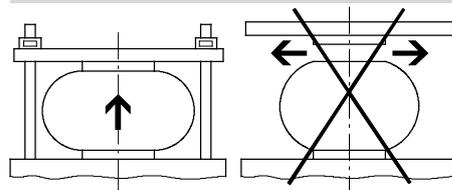

Fig. 2
- Убедитесь в том, что баллонный цилиндр не превышает максимальную высоту h_{max} . Пример Fig. 2.